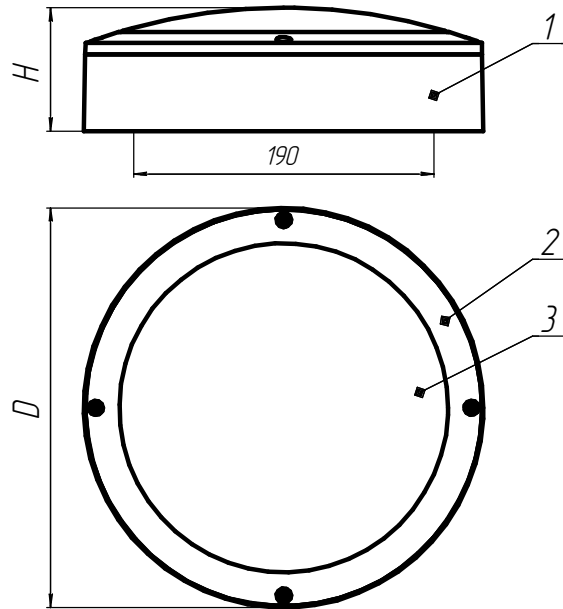

Рисунок 1:
4.2 Светильник ДБО85, в соответствии с рис. 1 приложения А, состоит из корпуса в сборе поз. 1, обечайки поз. 2, рассеивателя поз. 3.